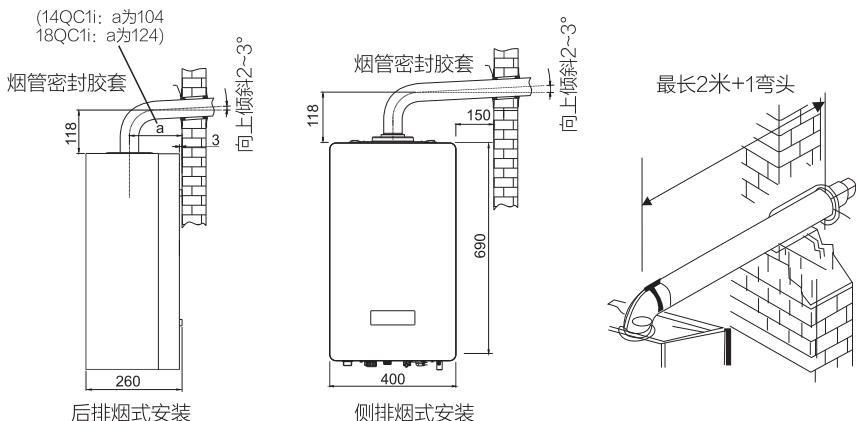

图2 烟管安装示意图
- （2）给排气烟管出口部分向上至少倾斜2~3°（如图2所示）。
- 以所画圆为边界打孔，孔向外上倾斜2~3°（图2所示）。